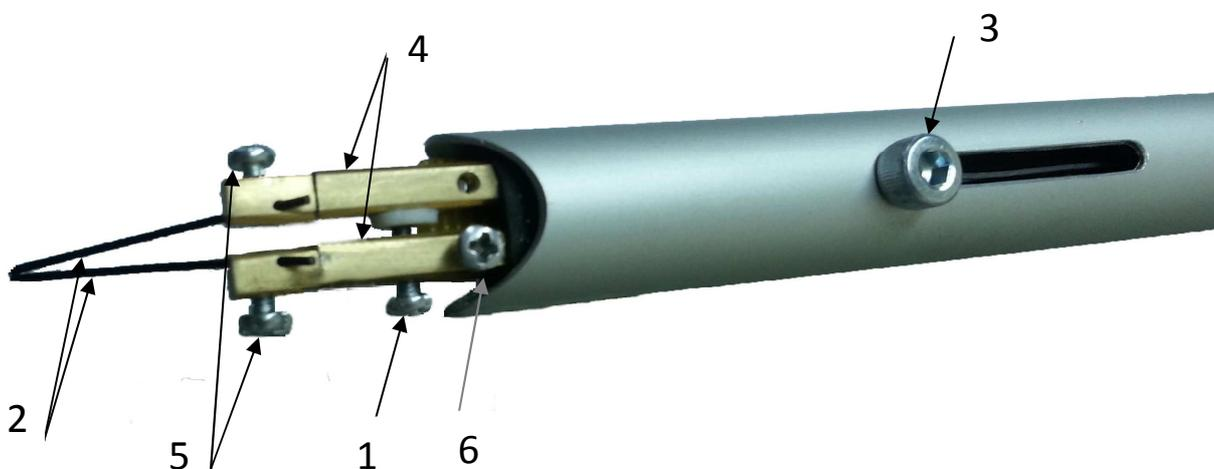

Рис. 1
3. Винт 1 установить в среднее положение, таким образом, чтобы оставалась возможность отрегулировать зазор между электродами 2 (см. Рис. 1)
4. Регулятор силы прижима электродов 3 выставить в положение максимум (в крайнее положение со стороны электродов 2) (см. Рис. 1).
5. Вставить заготовки электродов 2 в зажимы 4 и зафиксировать их винтами 5 таким образом, чтобы заготовки для электрода сошлись концами в одной точке, при необходимости используется винт 6 (см. Рис. 1). Винты 5 должны упираться в плоскую грань (лыску) хвостовика электрода.
12. Зазор между электродами должен быть в пределах от 0,05 до 0,1 мм. Зазор выставляется путём вращения винта 1 и одновременного контроля через микроскоп при помощи измерительного окуляра 8х (см. Рис. 1).
14. Выставить требуемое сварочное усилие при помощи регулятора силы прижима, передвигая его за винт 3 (см. Рис. 1). Крайнее левое положение ползуна (максимально удалённое от электродов) соответствует минимуму (1 ньютон), передвигая ползун вправо, сварочное усилие увеличивается. Крайнее правое положение (ближнее к электродам) соответствует максимальному сварочному усилию (9 ньютон).